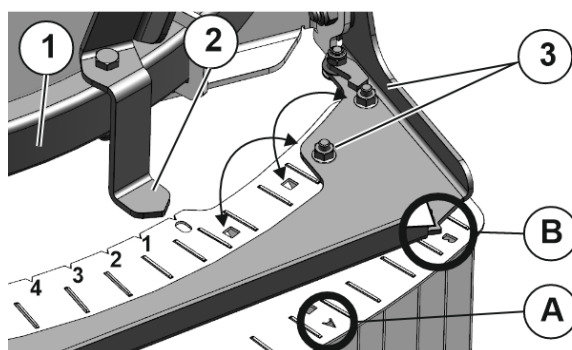

Fig. 64
2. Translați blocul lamelar pe etrierul de ghidare (Fig. 64/1) atât de mult până când indicatorul (Fig. 64/2) stă la valoarea din tabelul de împrăștiere de reglat.